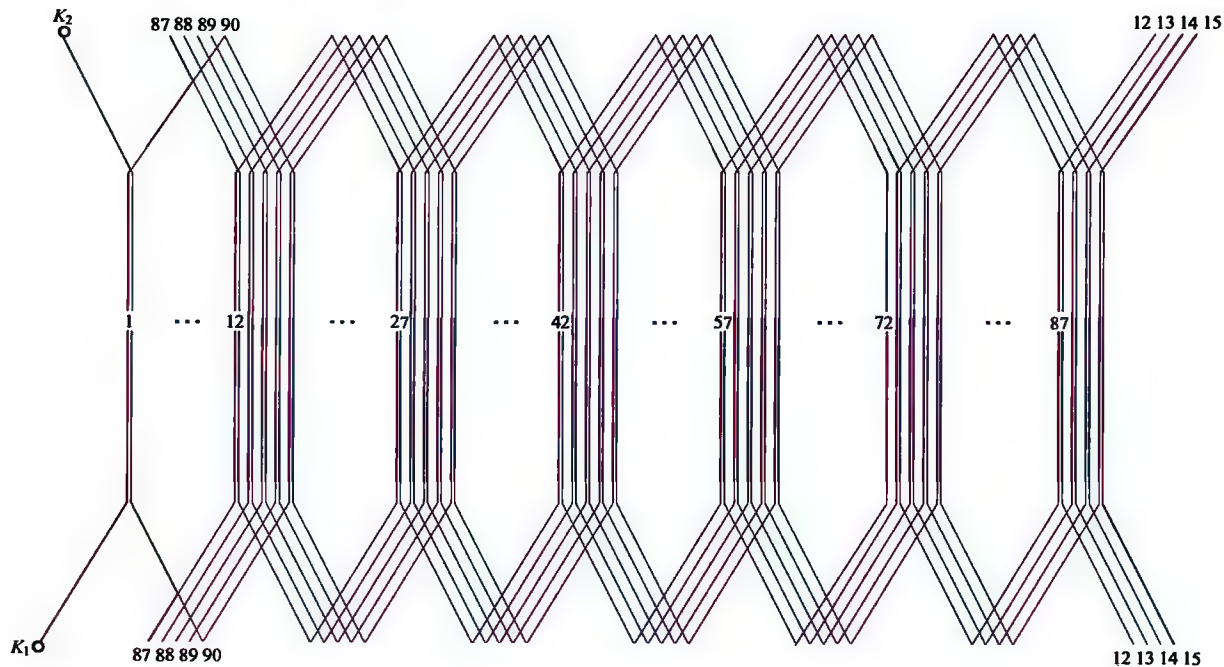

图 3-14 6 极 90 槽换位双层波绕组展开图
14. 6 极 90 槽换位双层波绕组展开图 (见图 3-14)